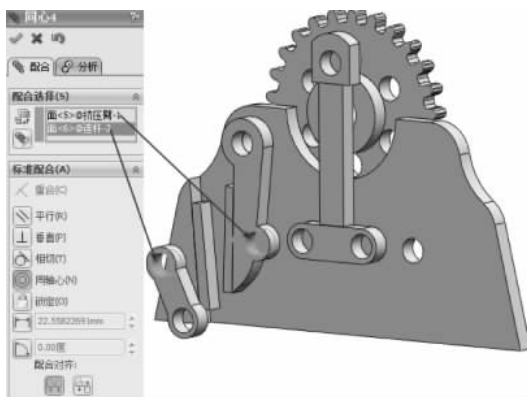

图 3-144 同轴心配合
(7) 选择【标准配合】选项组下的【同轴心】配合类型 , 在【要配合的实体】选择框  中选择如图 3-144 所示的面, 其他保持默认, 单击【确定】按钮 , 完成同轴心配合。